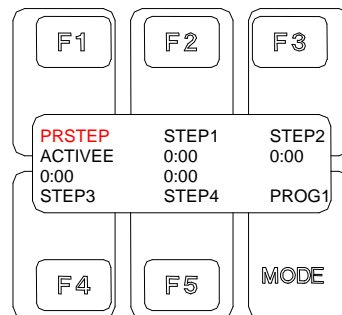

Fig. 13: Définition du programme
- La figure 13 (définition du programme) affiche si la PRSTEP est „ACT“ ou "INACT". Par ailleurs, la durée de la step est affichée.
Sélection des différentes "STEPS" (Fig. 13):